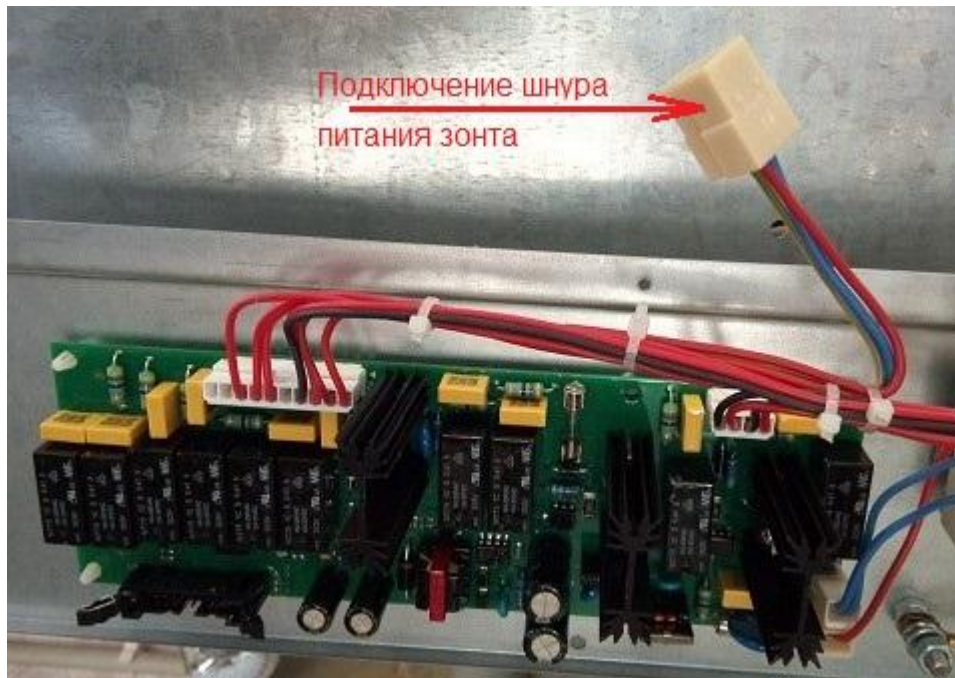

Рис. 1 Место подключения шнура питания зон-та к колодке
- коричневый, синий и желто-зеленый провод шнура питания зонта с наконечниками (ШЗ) установить в колодку 45.7373.9006 из комплекта, при этом соблюдая цветовое соответствие проводов колодки 45.7373.9005 КЭП-4 (рис.1);